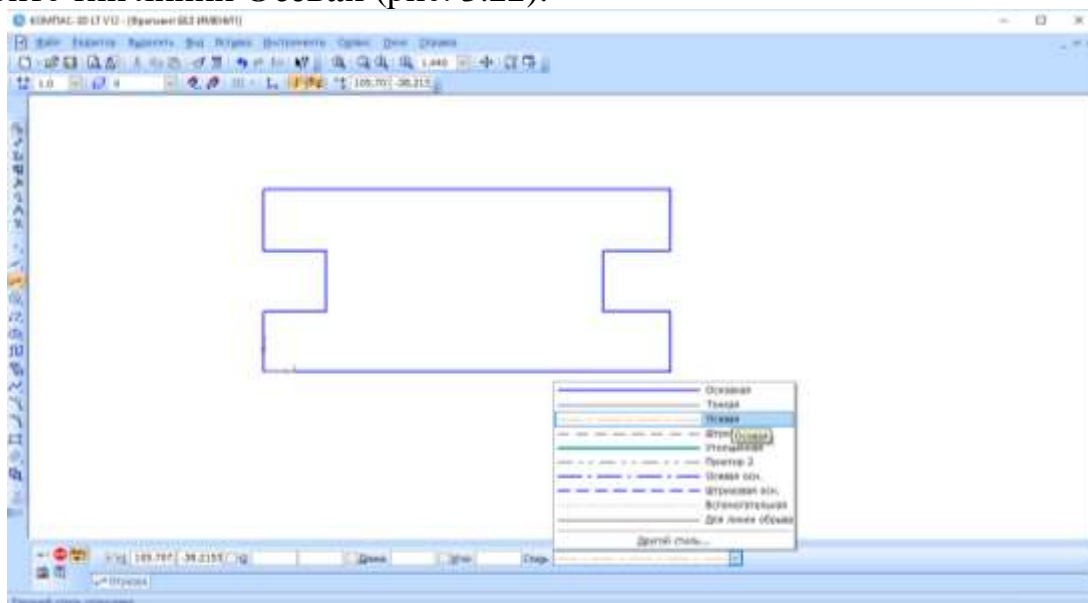

Рис. 3.22
- На **Панели свойств** щелкните **ЛКМ** в поле **Стиль** и щелчком выберите тип линии **Осевая** (рис. 3.22).